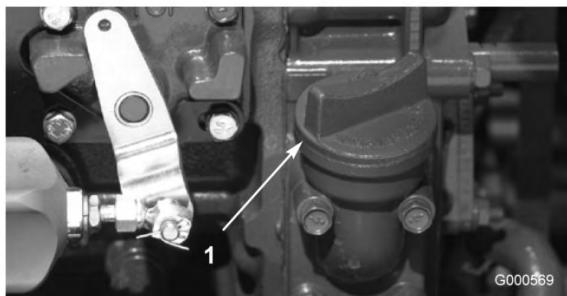

Figure 14
4. Si le niveau n'atteint pas le repère du plein, enlevez le bouchon de remplissage (Figure 14) et faites l'appoint jusqu'à ce que le niveau correct soit atteint. **Ne remplissez pas excessivement.**